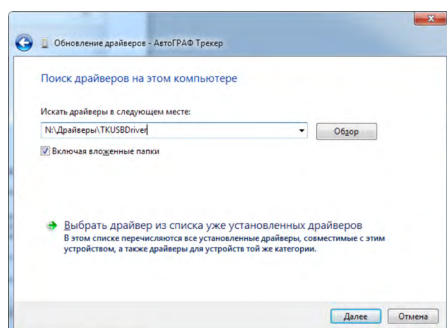

Рис.3
4. Задайте путь к папке, в которую был распакован архив с драйверами (Рис.3). Выполните установку драйверов.